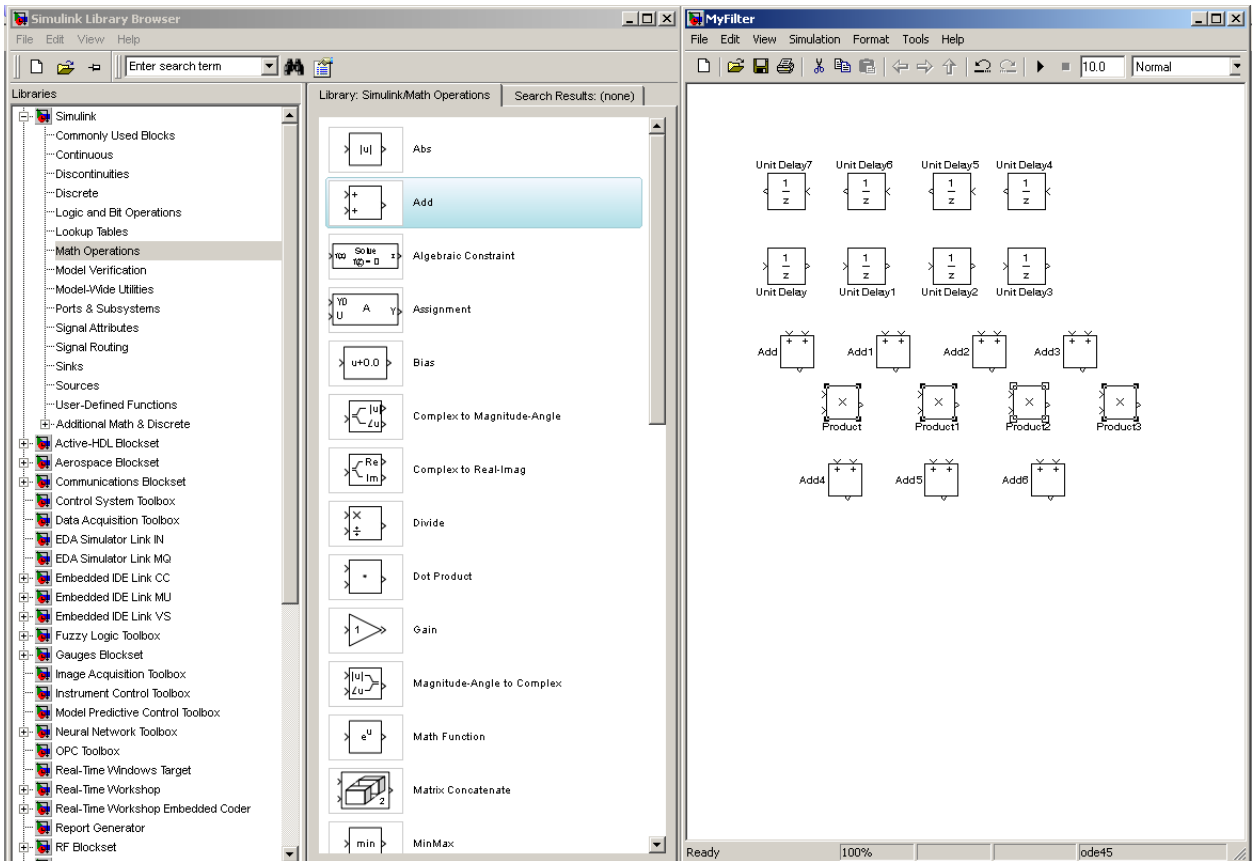

Рис. 6. Блок Add находится в разделе Math Operations в Simulink Library Browser
7. Добавьте к модели блок Add из раздела Math Operations в Simulink Library Browser и размножьте его 7 раз. Из этого же раздела добавьте к модели блок Product и размножьте его 4 раза (рис. 6).